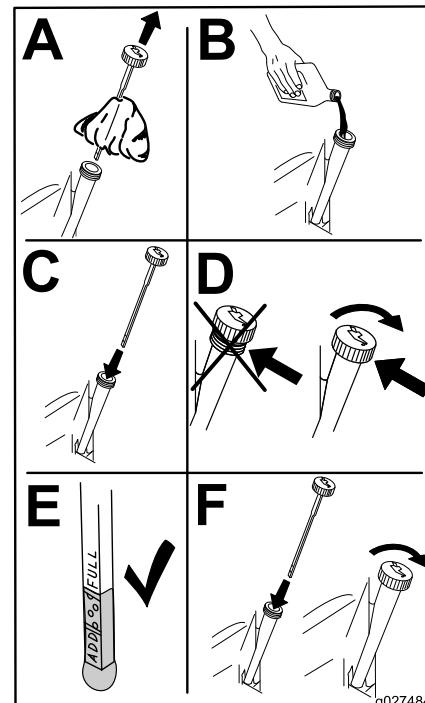

Figura 44
- Vierta lentamente un 80% aproximadamente del aceite especificado por el tubo de llenado, luego añada lentamente el resto del aceite hasta que llegue a la marca **Full (Lleno)** (Figura 44).